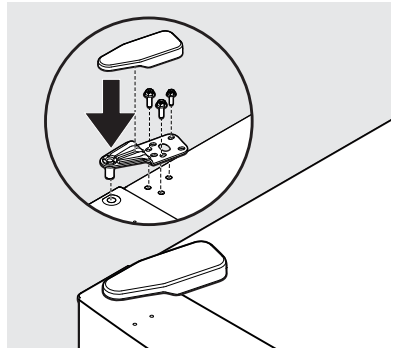

Figure 9
20. À l'aide d'un tournevis Phillips™ ou d'une clé de 5/16 po, fixez la charnière du haut avec les trois vis de 5/16 po. Remettez en place le couvercle de la charnière du haut (voir figure 9).